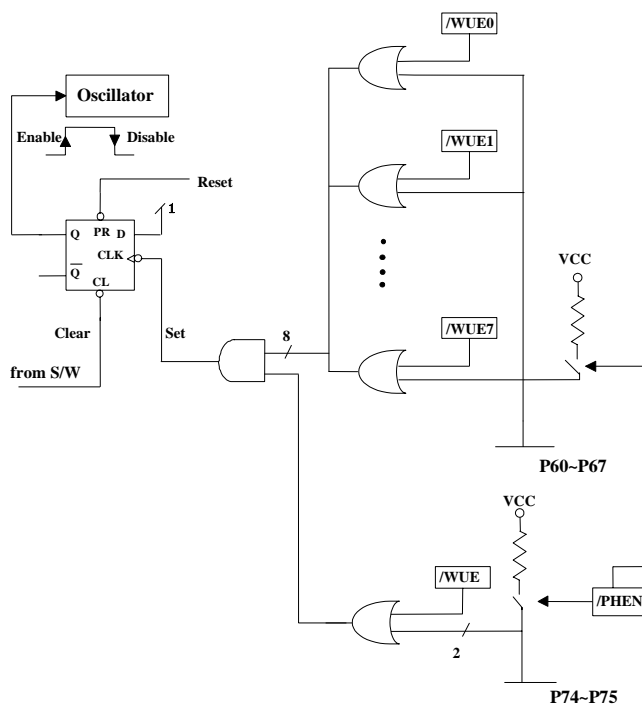

图5 I/O 口休眠模式与唤醒电路框图
第 4 位 (SLPC) 该位由唤醒信号低电平引起硬件触发置1，由软件清0，SLEP用于控制振荡器的工作。在SLPC位从1变成0时，振荡器被禁止（振荡器停止，单片机进入休眠模式2），在SLPC位从0变成1，振荡器使能（单片机由休眠模式唤醒）。为了确保振荡器输出信号稳定，一旦振荡器再次起振，在执行下条指令前会有18ms¹（一个振荡器起振时间）的延时，唤醒后，如果CODE OPTION中ENWDT为1，则WDT将被使能，休眠模式2的输入唤醒框图如图5。
- (A) 任何一个唤醒引脚为低电平，如图5所示。唤醒后控制器将继续向下执行指令。在这种条件下，当进入SLEEP2模式之前，触发源(P60~P67 和 P74~P75)的唤醒功能应